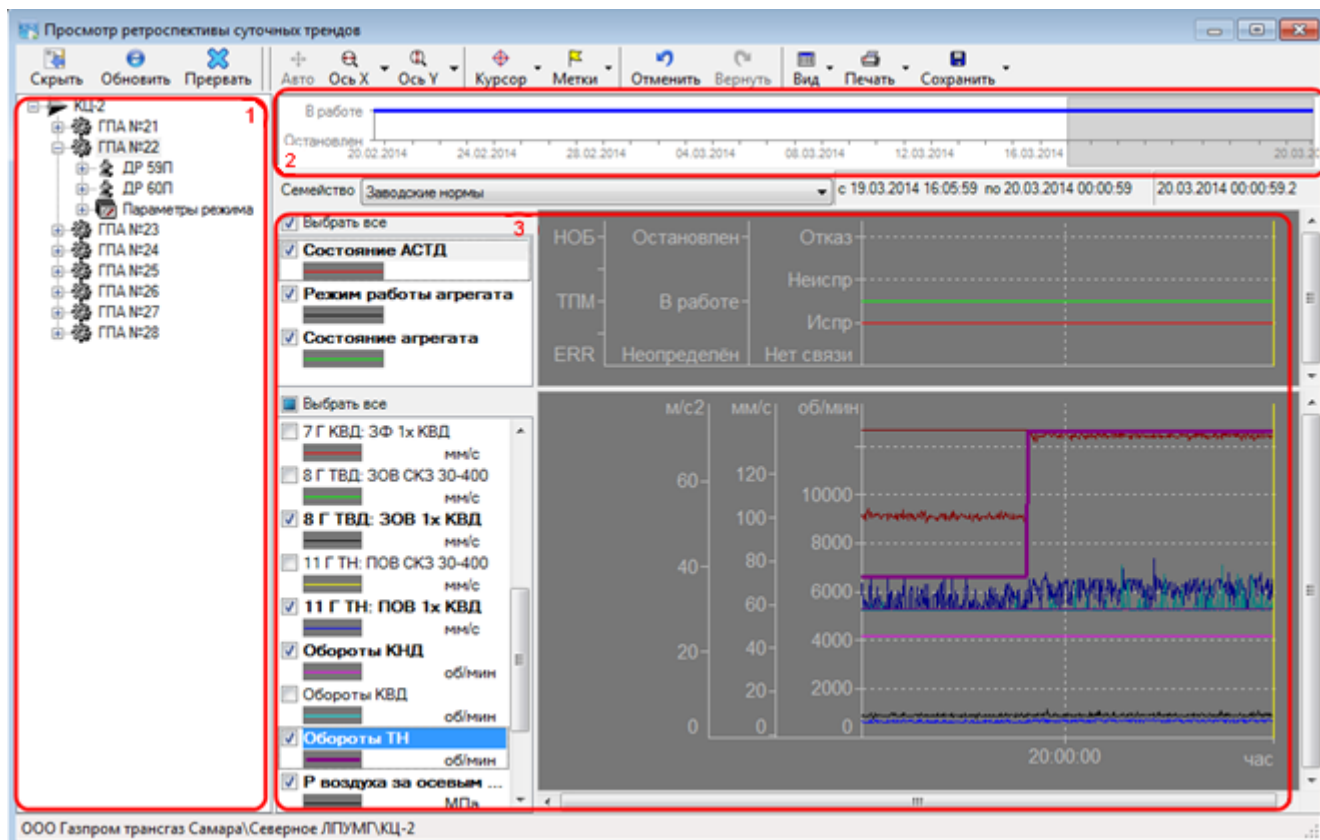

Рис. 31. Окно просмотра ретроспективы суточных трендов
- Иерархическая структура предприятия ([Рис. 31. Окно просмотра ретроспективы суточных трендов \[1\]](#)).
- Область отображения архивных и «дискретных» трендов ([Рис. 31. Окно просмотра ретроспективы суточных трендов \[2\]](#)).
- Шкала непрерывного просмотра файлов суточных трендов ([Рис. 31. Окно просмотра ретроспективы суточных трендов \[3\]](#)).